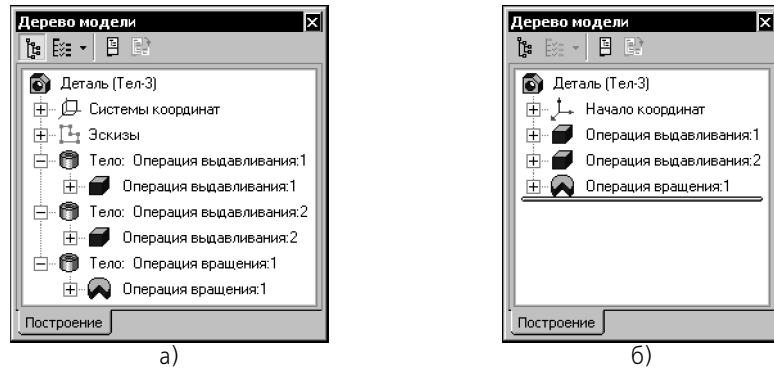

Рис. 90.1. Многотельная деталь в Дереве:
Общее количество тел детали отображается в Дереве детали — в скобках после ее названия (рис. 90.1–90.3).
Дерево модели может отображаться в одном из двух видов: в виде последовательности построения или в виде структуры модели (см. разделы 84.3.1 на с. 34 и 84.3.2 на с. 35 соответственно). При работе с многотельной деталью можно рекомендовать отображение Древа в виде структуры. Этот способ более наглядно представляет состав многотельной детали и порядок ее создания, чем отображение последовательности построения (рис. 90.1–90.3).
- ▼ Элементы, формирующие тела, группируются в разделы, соответствующие телам. Названия разделов совпадают с названиями оснований тел (рис. 90.1, а).